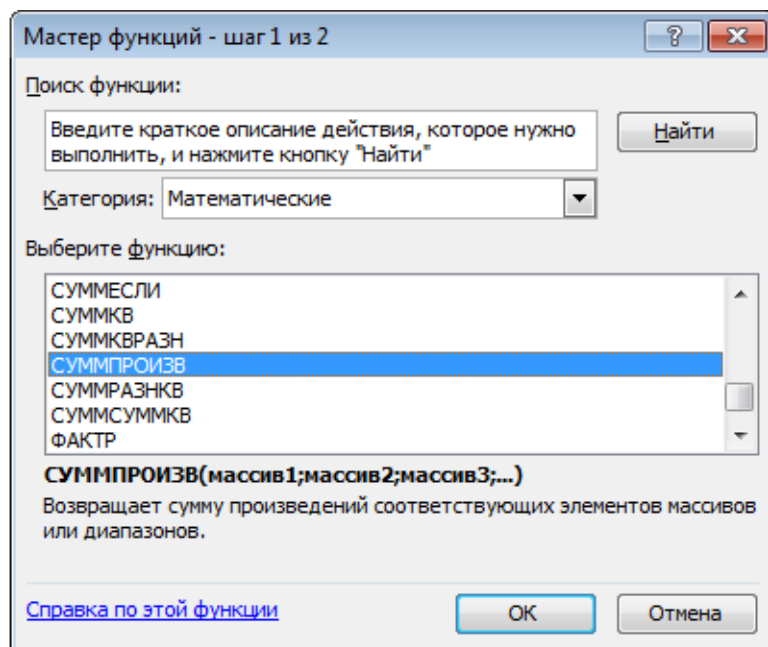

Рисунок 3
- в окне «**Функция**» выберите функцию «**СУММПРОИЗВ**» (рисунок 3);